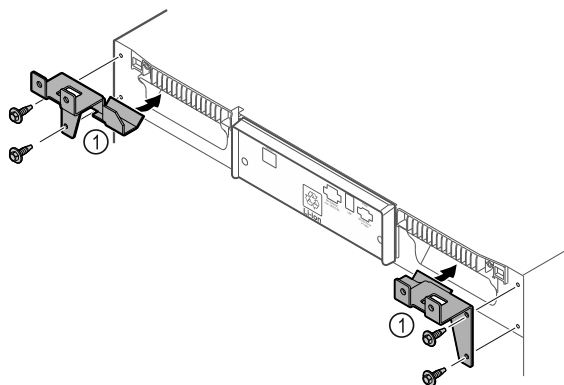

Fig. 9
- ▶ Vasthouddelen Fig. 9 (1) met meegeleverde schroeven op het apparaat monteren.